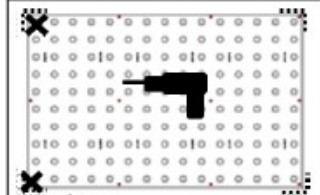
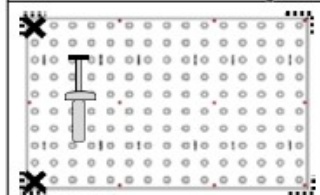

Fig. 3a
Fig. 3b
4. Ponga la baldosa en su ubicación marcada. Con una broca para mampostería de 1/4", haga hoyos de un mínimo de 2" (Fig. 3a) e inserte dos pasadores de impulsión. (Fig. 3b) **NOTA:** No insertar los pasadores todavía ya que sirven para mantener la baldosa en su lugar mientras haga los demás hoyos.